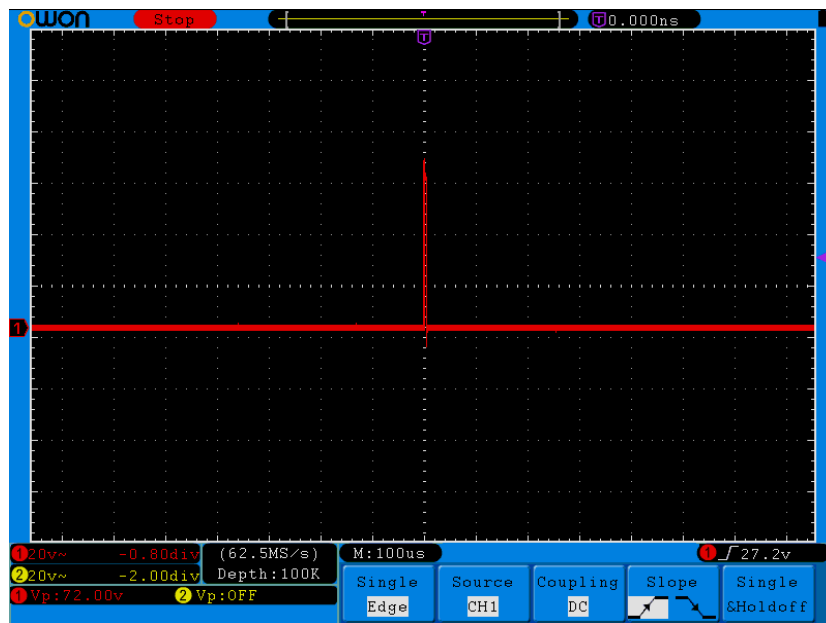

Figure 7-3 Capturer un simple signal
- (5) Appuyer sur la touche **F2** pour choisir **Peak detect**.
- (6) Appuyer sur la touche **Trigger Menu** pour afficher le menu Trigger.
- (7) Appuyer sur la touche **H1** pour afficher le menu Type de déclenchement.
- (8) Appuyer sur la touche **F1** pour choisir **Single** comme type.
- (9) Tourner le bouton **M** pour choisir **Edge** comme mode.
- (10) Appuyer sur la touche **H2** pour afficher le menu **Source**.
- (11) Appuyer sur la touche **F1** pour choisir **CH1** comme source.
- (12) Appuyer sur la touche **H3** pour afficher le menu Coupling; appuyer sur la touche **F2** pour choisir **DC** comme Coupling.
- (13) Appuyer sur la touche **H4** pour choisir  (montée) comme Slope.
- (14) Tourner le bouton **TRIG LEVEL** et ajuster le niveau de déclenchement à environ 50% du signal à mesurer.
- (15) Vérifier l'indicateur d'état de déclenchement sur le dessus de l'écran, si ce n'est pas Ready, appuyer le bouton **Run/Stop** vers le bas et commencer à acquérir, attendre que le déclenchement se produise. Si un signal atteint le niveau de déclenchement réglé, il y aura un échantillonnage qui s'affichera ensuite à l'écran. En utilisant cette approche, on peut plus facilement capturer une pulsation au hasard. Par exemple, si vous voulez trouver un bruit de forte amplitude, régler le niveau de déclenchement à une valeur légèrement supérieure que le niveau moyen du signal, appuyer sur la touche **Run/Stop** et attendre un déclenchement. Si un bruit commence, l'appareil va déclencher automatiquement et enregistrer l'ondulation durant la période autour du temps de déclenchement. En tournant le bouton **HORIZONTAL POSITION** dans la zone de contrôle horizontale sur le panneau, vous pouvez changer la position de déclenchement horizontale pour obtenir un délai négatif, pour une observation facilitée de l'ondulation avant que le bruit n'apparaisse (voir *Figure 7-3*).